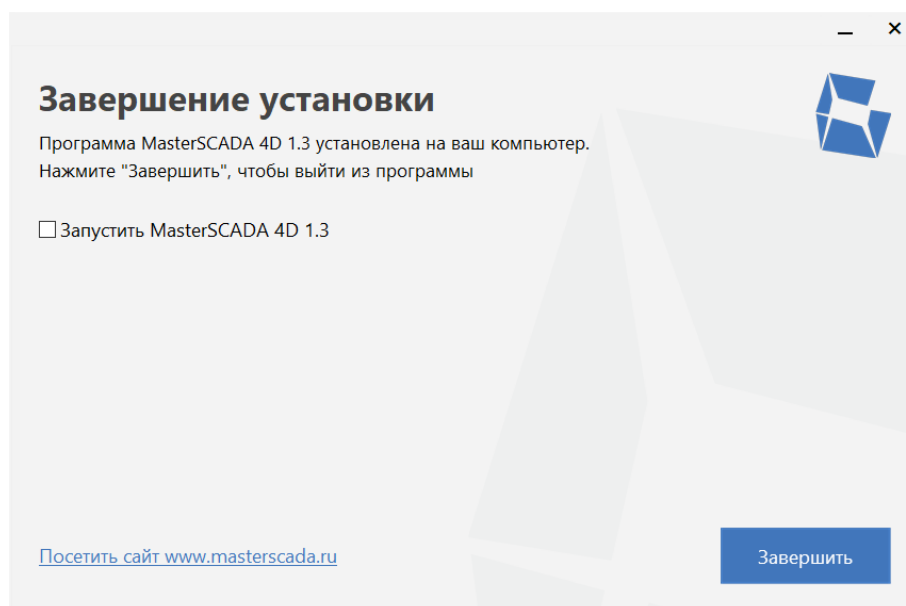

Рисунок 8 – Окно завершения установки
2.3.1.6 Дождитесь завершения установки и появления последнего диалога мастера (см. рисунок 8). Для завершения работы мастера нажмите кнопку «Завершить».